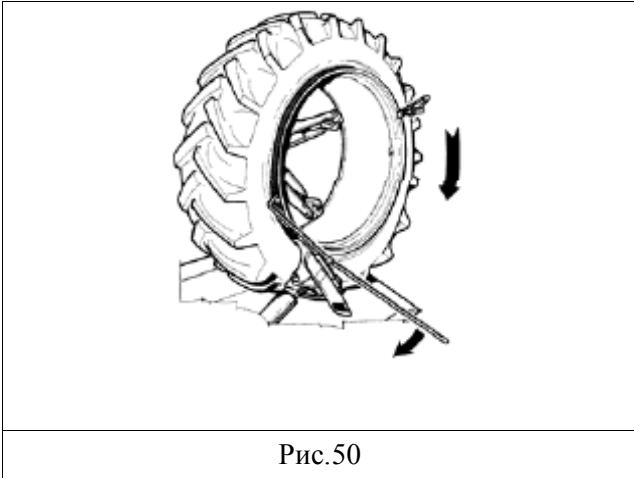

Рис.50
7. Поместите монтажный палец как показано в п. 5.5.2. Поворачивайте зажимное устройство до полного монтажа борта. Если необходимо, применяйте монтажку для удерживания борта в монтажном ручье (Рис.50).